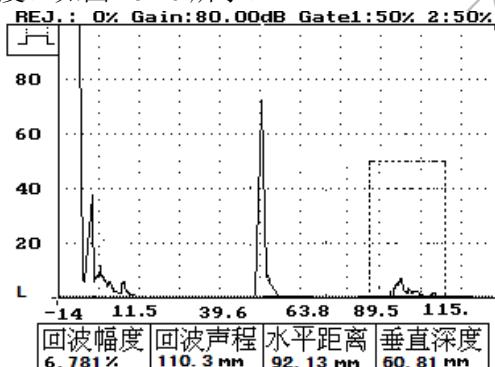

图 18-40
- 1、按波形键及方向键——使屏幕上出现被测标准试块上横通孔的反射波。同时使反射波的波高达到一定幅度。如图 18-40 所示。